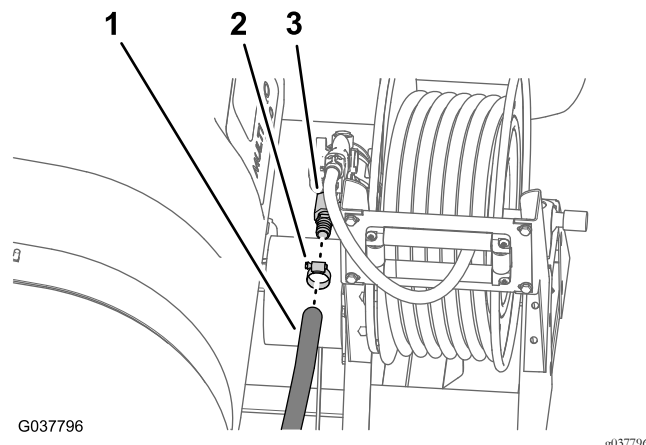

Рисунок 40
- Снимите шланговый хомут, который крепит шланг подачи к штуцеру типа «елочка» на шланговом барабане (Рисунок 40).
- Снимите шланг со штуцера типа «елочка» (Рисунок 40).